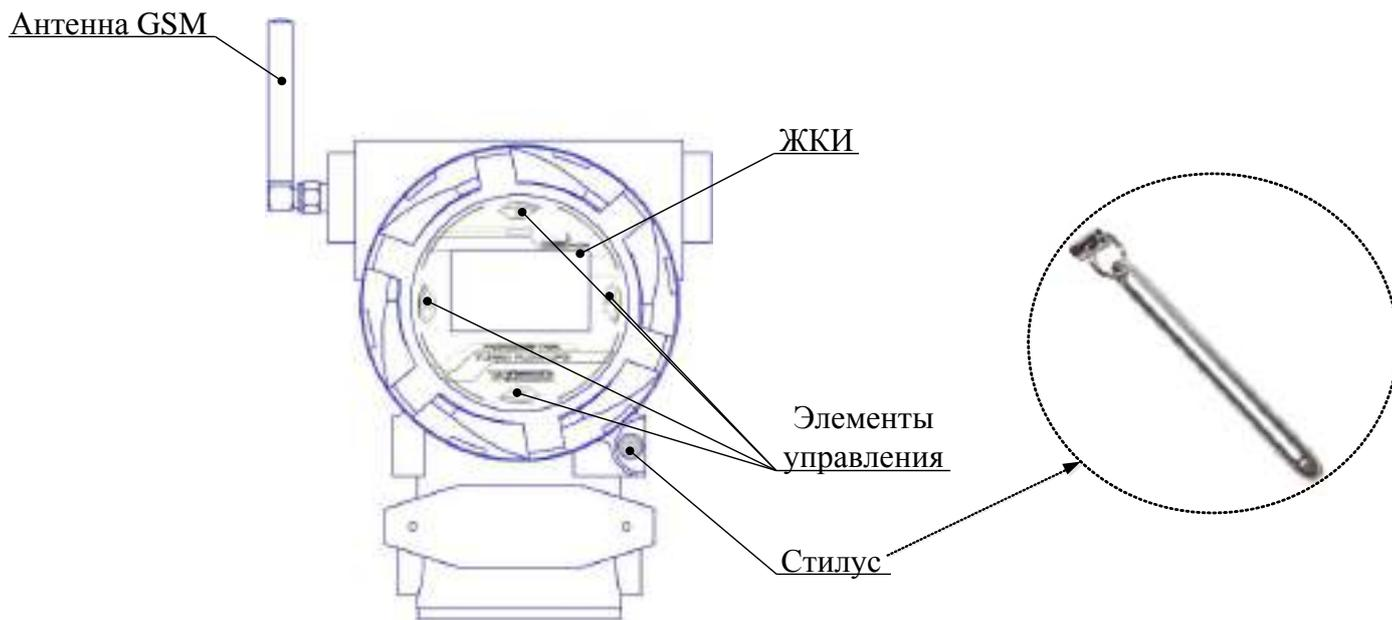

Рисунок 1
2.4.1.6 Если после монтажа расходомера (рисунок 1) оказалось, что расположение ЭБ затрудняет чтение показаний с индикатора, есть возможность повернуть ЭБ в пределах 350 °.
2.5.1 Во взрывозащищенном исполнении Ex db ib ПП контроль работы расходомеров осуществляется при помощи ЖКИ, встроенного в ПП, и элементов управления с помощью стилуса (рисунок 1).